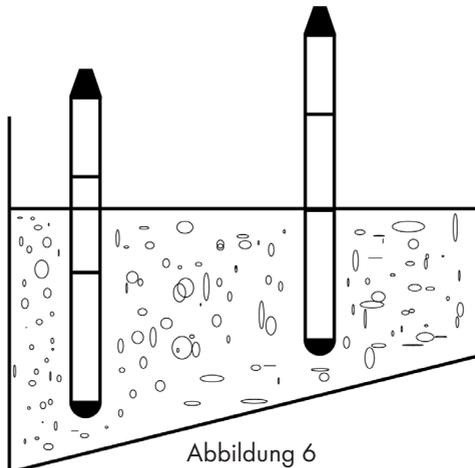

Abbildung 6
- Beim Verdichten von senkrechten Betonschichten auf schiefer Schalungsebene, beim tiefsten Punkt beginnen. (Abb. 6)